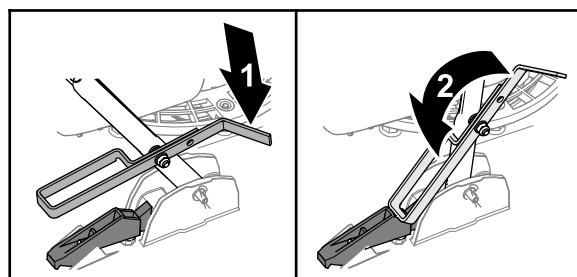

Figura 25
- Para liberar el manillar, levante el manillar y gire la placa de ajuste hacia delante (Figura 25)